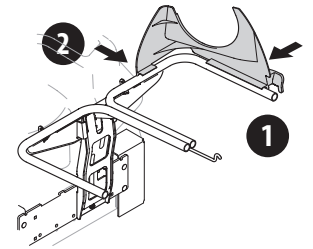

Figura 6
1. Coloque a presión el soporte del canal plástico superior en su lugar primero cortando la porción lateral hacia el riel de soporte de la embolsadora (1) como se indica en la Figura 6.
2. Calce a presión el lado delantero del soporte del canal al riel (2), como se muestra en la Figura 6.